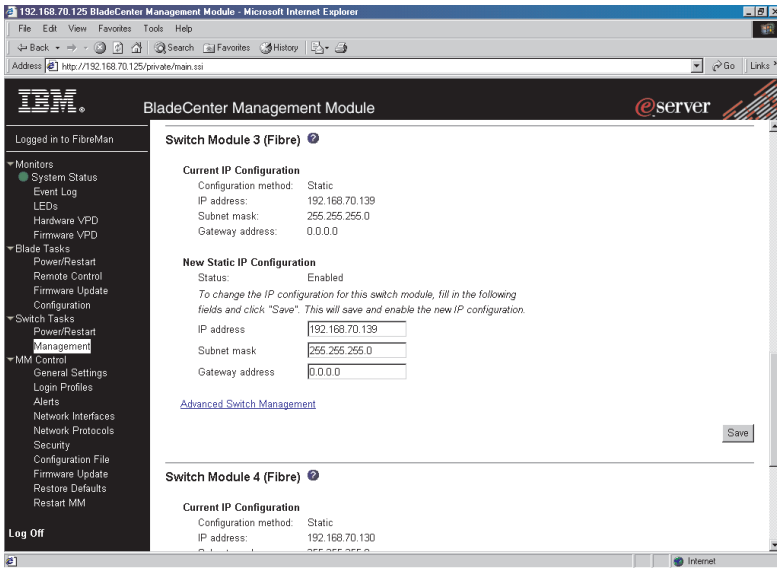

Abbildung 12. Fenster "Switch Management" mit Switchmodul 3 als Beispiel
5. Klicken Sie auf einen der Links "Switch Module 3" oder "Switch Module 4". Ein Fenster ähnlich dem in Abb. 12 auf Seite 34 dargestellten wird aufgerufen.